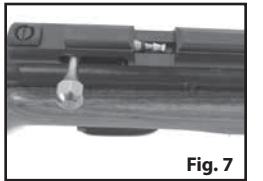

Fig. 7
5. Abra o ferrolho puxando a alça totalmente para trás (Fig. 7).